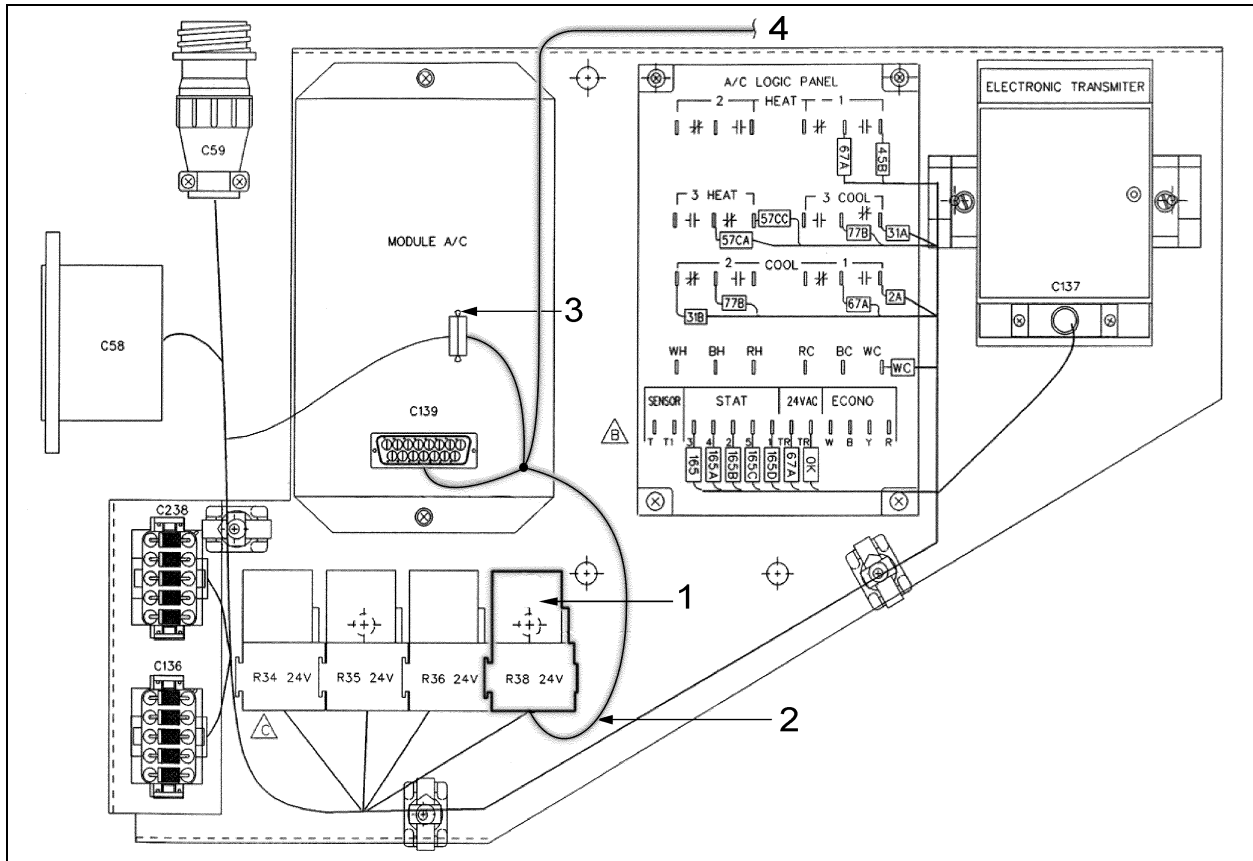

Figure 20: Compartiment électrique arrière: (1) Nouveau relais R38; (2) Câblage 064931; (3) Attache de Nylon; (4) Fil 2B.
2. Visser la base du relais R38 à côté du relais R36. Cette base fait partie du câble 064931 (élément 2, figure 20);
3. Insérer le relais R38 sur sa base (élément 1, figure 20);
4. Brancher le fil 2B (élément 4, figure 20) au fil SP92. Le fil SP92 est situé près du connecteur C52 dans le compartiment électrique arrière;
5. Brancher les connecteurs C139 du câble 064931 sur celui du module A/C et celui du câble fixé sur le véhicule (éléments 3 de la figure 20);